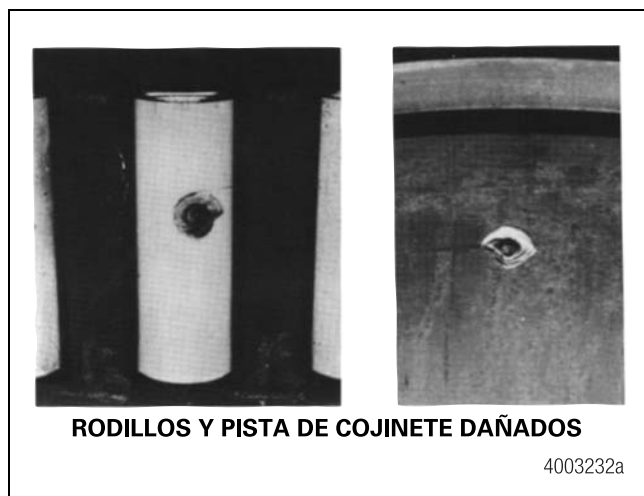

Figura 7.2
- Una conexión en la cual un cojinete de rueda quede ubicado entre la conexión a tierra y el área de soldadura podría dañar el cojinete debido a la formación de un arco eléctrico, según se muestra a continuación. Figura 7.2.